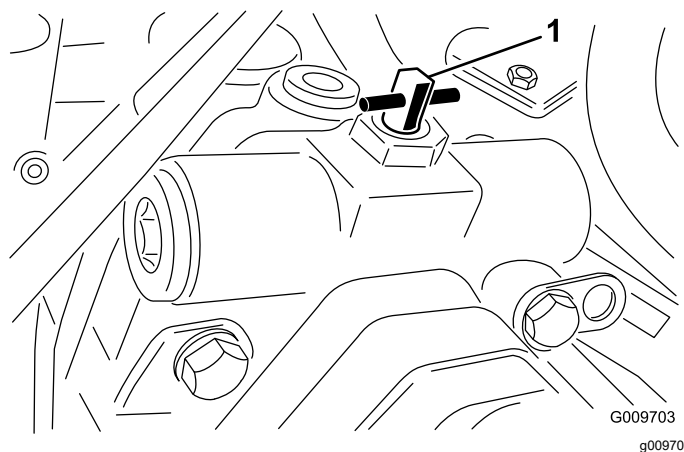

Figure 57
- Fermez la vanne de dérivation de remorquage en la tournant de 90° (1/4 tour) avant de démarrer le moteur (Figure 57).